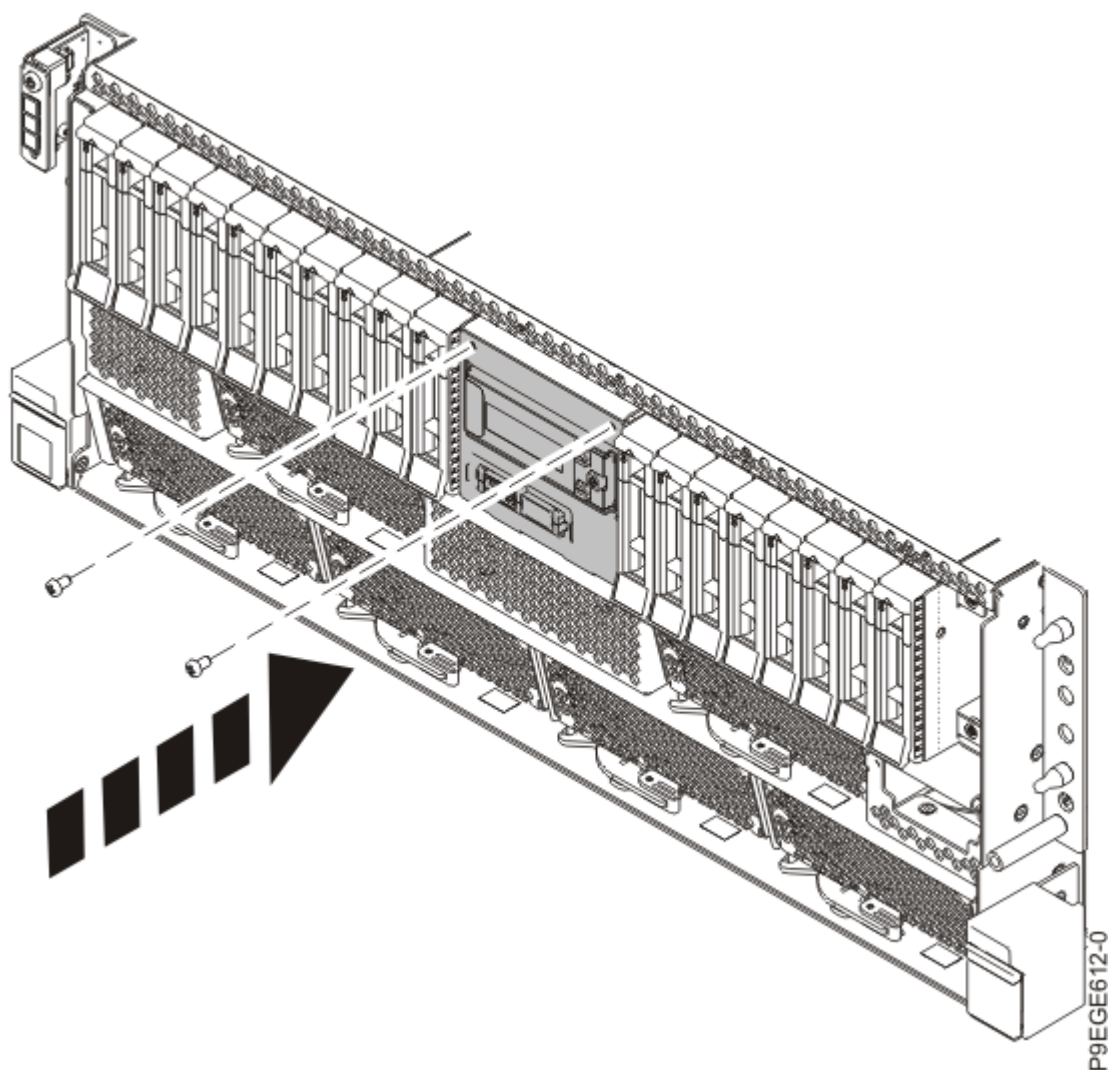

図 25. 前面 USB ホルダーの 2 本のねじの再取り付け
5. 2 本のねじを使用して、前面 USB ホルダーを固定します (27 ページの図 25 を参照)。